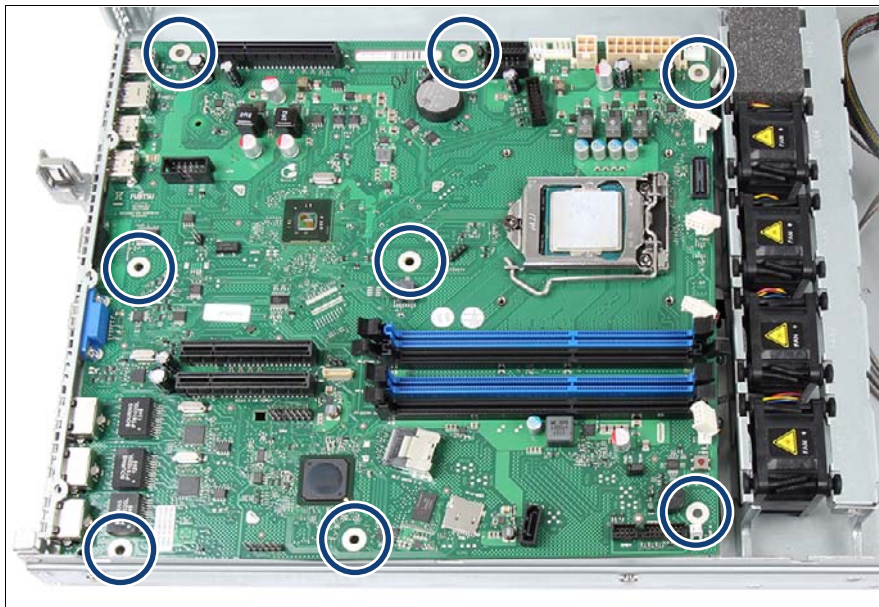

図 203: ネジの位置
- ▶ システムボードを 8 本のネジで固定します（281 ページ の 図 203 を参照）。